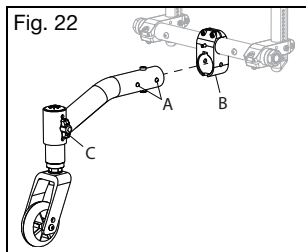

Fig. 22
1. Trykk på de to utløsertappene (fig. 22:A) på støtterøret slik at begge tappene forsvinner inn.
2. Sett enheten inn i motstykket for støtterøret (fig. 22:B).
4. Fjern ved å trykke på de to utløserknappene (fig. 22:A) på støtterøret og trekke ut av støtterøret.
1. Fjern vingemutteren (fig. 22:C) fra bolten som holder svinghjulhuset i støtterøret.